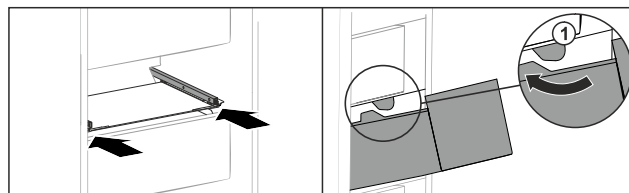

Fig. 149
- Ved'te zásuvku podél zářezek Fig. 149 (1).